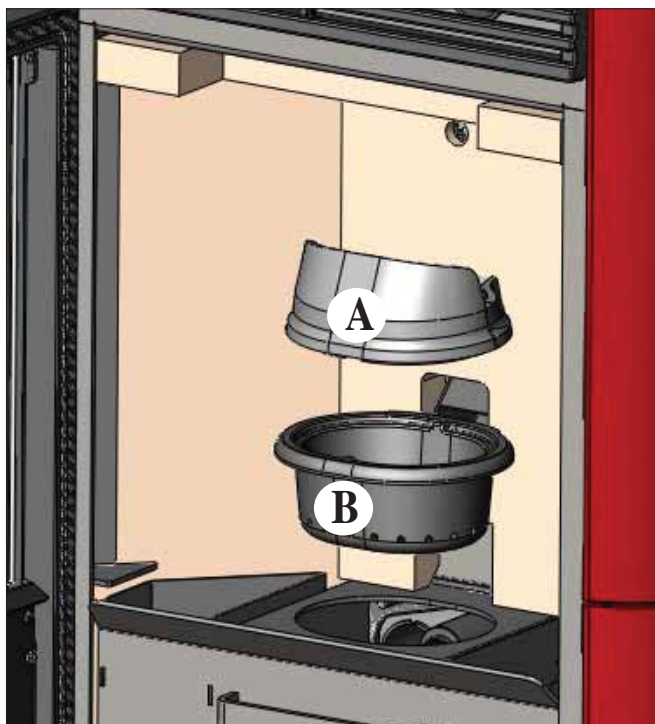

fig. 1
Após a limpeza normal, o acoplamento **NÃO CORRECTO** do recipiente superior (A) (fig. 1) com o recipiente inferior (B) (fig. 1) pode comprometer o funcionamento da estufa.